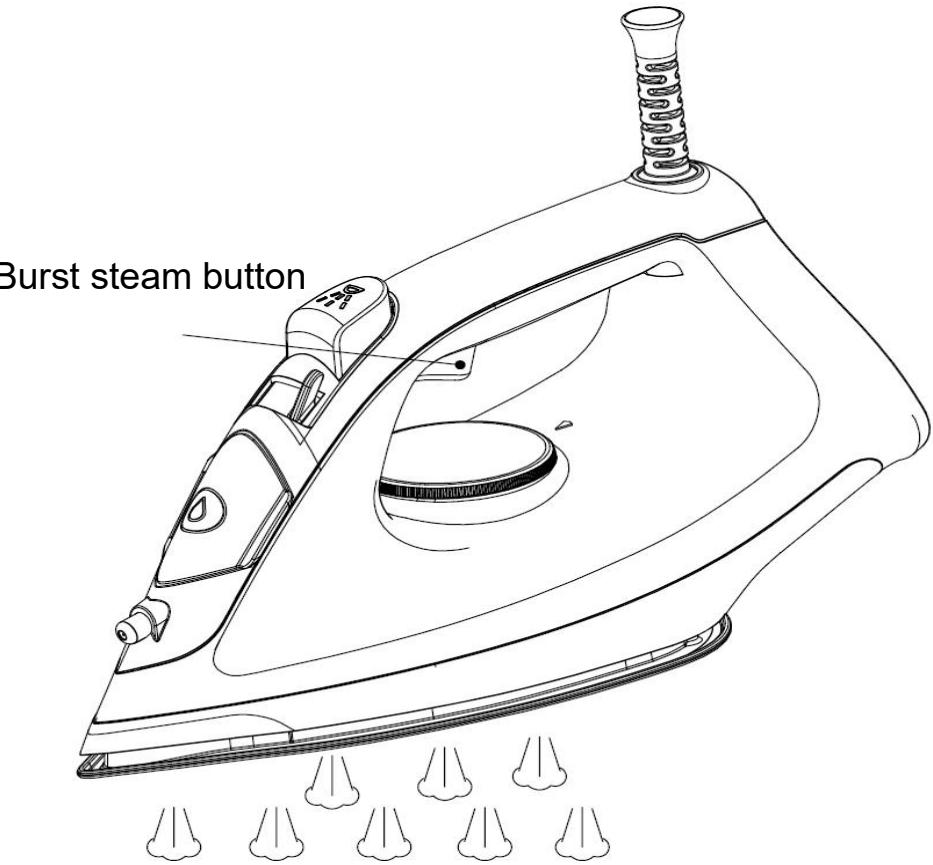

Fig.7
17. Pour éliminer les plis tenaces, activez la fonction de vapeur en appuyant une fois sur le bouton de vapeur (voir Fig. 7). Il est préférable d'activer la fonction de vapeur en appuyant sur la température maximale, ce qui permet d'obtenir un bon effet de repassage.